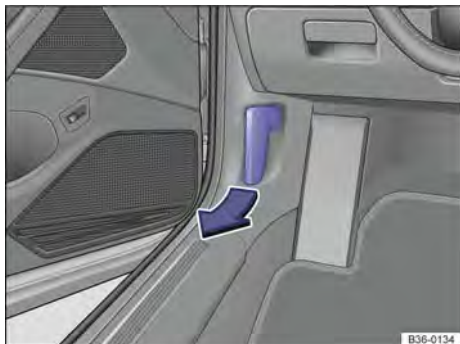

Fig. 294 No área para os pés no lado do condutor: alavanca de destravamento da tampa do compartimento do motor.
- Abrir a porta do condutor e puxar a alavanca de destravamento no sentido da seta → Fig. 294. A tampa do compartimento do motor salta para fora do travamento do fecho pela pressão da mola → .